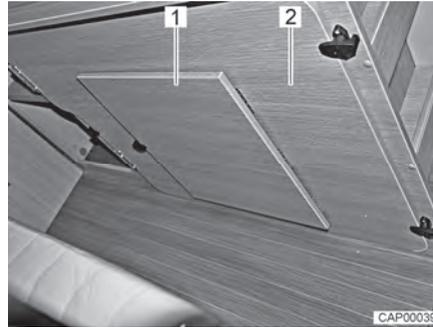

Fig. 45 Tabla de apoyo en el armazón de la cama derecho
- Quitar la tabla de apoyo adicional (Fig. 45,2) del armazón de la cama derecho en la parte trasera.
- Desplegar el reposapiés (Fig. 45,1) en la tabla de apoyo.